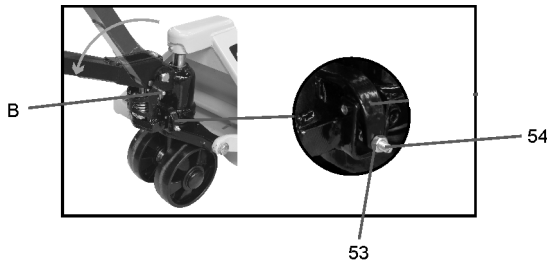

Fig. 6 – Retirando el pasador
d. El pistón de accionamiento del cable viene trabado con un pasador “B” (fig. 6).
e. Para el correcto funcionamiento del equipo, posicione el cable totalmente en la horizontal y remueva el pasador traba del resorte “B” (fig. 6).
En caso de necesidad de ajuste de la palanca para elevar o bajar la carga, realice el ajuste a través del perno “54” (fig. 6) y después de concluido el ajuste, trabe el perno “54” apretando la tuerca “53”.